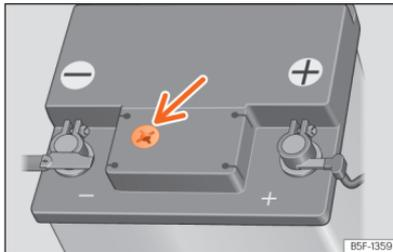

Abb. 245 Sichtfenster an der Oberseite der 12-Volt-Fahrzeuggelbatterie (Prinzipdarstellung).
- Prüfen Sie die Farbanzeige im runden Sichtfenster an der Oberseite der Batterie »» » **(Abb. 245).**